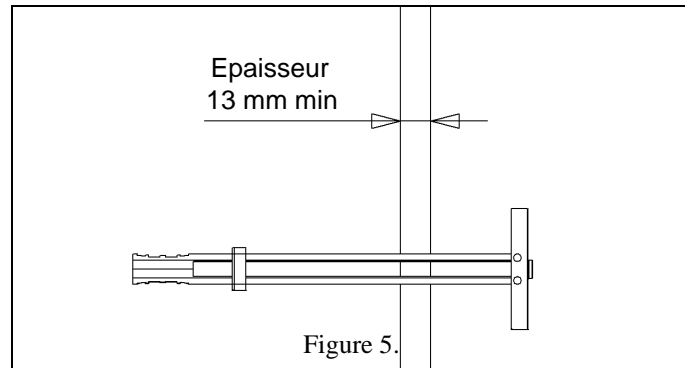

Figure 5.
3. A l'aide d'un ancrage plastique (100) dans le trou, faites glisser la bride pour les doigts ensemble pour tourner l'extrémité à l'intérieur du trou perpendiculairement au mur (voir la Figure 5).